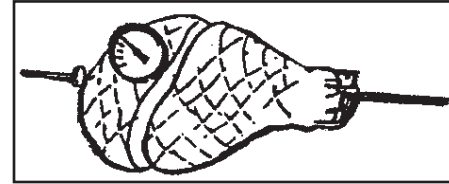

Fig. 17
**Para el jamón o asados:** Mete la punta del termómetro en el centro de la sección más pesada de la carne. (Fig. 17)